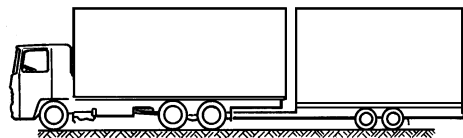

Abb. 3 Zugfahrzeug mit Starrdeichselanhänger
- **Vorderachse des Gelenkdeichselanhängers (Abb. 3) entbremsen**
Beim Einkuppeln eines Starrdeichselanhängers (s. Abb. 3) Folgendes beachten: